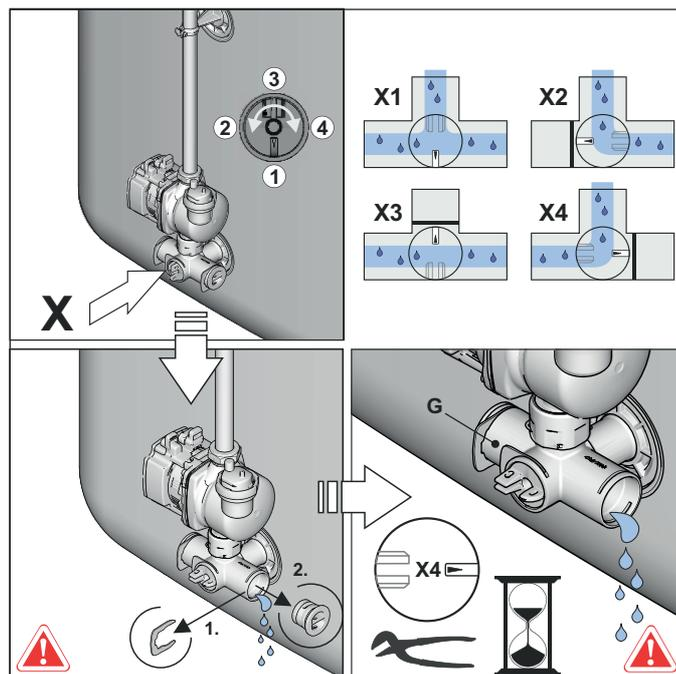

Fig. 5-2 Bloccare l'insero valvola, rimuovere il tappo cieco dall'angolo di raccordo
- Impostare l'insero valvola nell'angolo di raccordo in modo da bloccare il passaggio verso il tappo cieco (fig. 5-2).
- Rimuovere il tappo cieco dall'angolo di raccordo (fig. 5-2) e collocare una vaschetta di raccolta idonea.
- Impostare l'insero valvola all'angolo di raccordo in modo tale da aprire il passaggio verso il tubo di scarico (v. anche fig. 5-2) e fare scorrere l'acqua presente nel contenitore di raccolta.